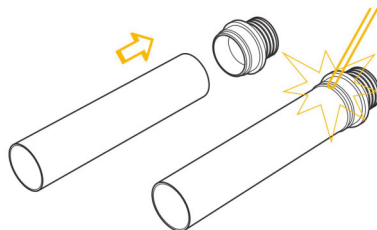

Рис. 5.7.1
1. Перед проведением монтажных работ ко втулке пресс-фитинга должен быть приварен отрезок стальной трубы длиной не менее 300 мм (рис. 5.7.1).